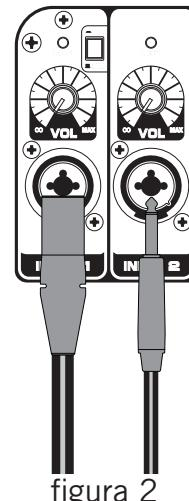

figura 2
4. Collegare un segnale di livello linea dal mixer (o altra sorgente audio) o un microfono al jack di Input 1 o un segnale di livello linea al jack di Input 2 sul pannello posteriore (figura 2) dell'Auro X12D/X15D. Se si usa un microfono, impostare l'interruttore Mic/Line alla posizione microfono.